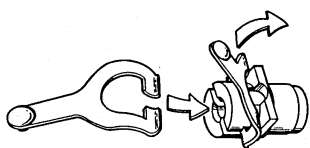

Рис. 3
- Установите механизм клапана (24) в положение, показанное на рис. 3.
- Вставьте рычаг (23) в прорезь корпуса механизма клапана (24) пластиковой заклепкой вверх и поднимите рычаг в вертикальное положение.